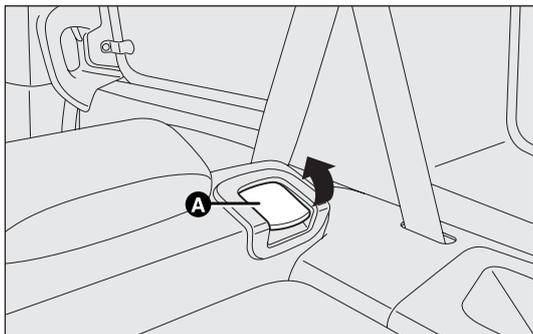

fig. 89a
- ❑ sollevare la leva A-fig. 89a di ritegno schienale e ribaltare quest'ultimo in avanti in modo da ottenere un vano di carico uniforme. Il sollevamento della leva è evidenziato da una "banda rossa".